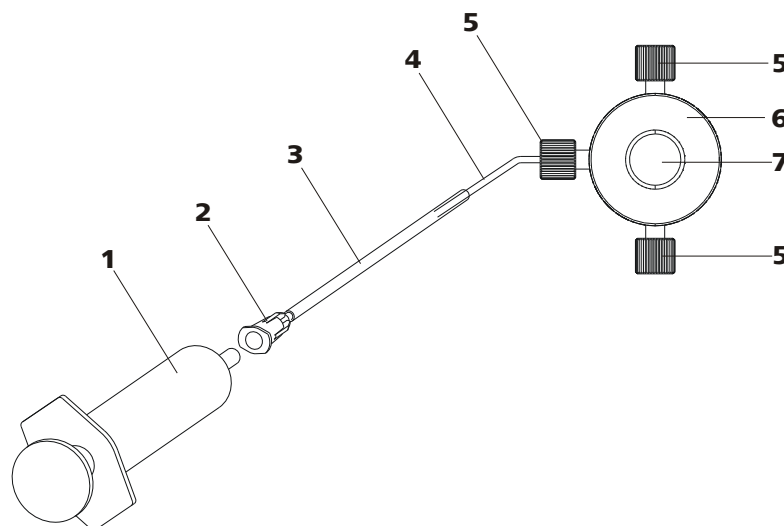

Abbildung 23 Hochdruckpumpe entlüften
Entlüften Sie die Hochdruckpumpe wie folgt (*siehe Abbildung 23, Seite 45*):
- Spritze (23-**1**) in den Luer-Anschluss (23-**2**) der Purge-Kanüle stecken (siehe Abbildung 23, Seite 45).